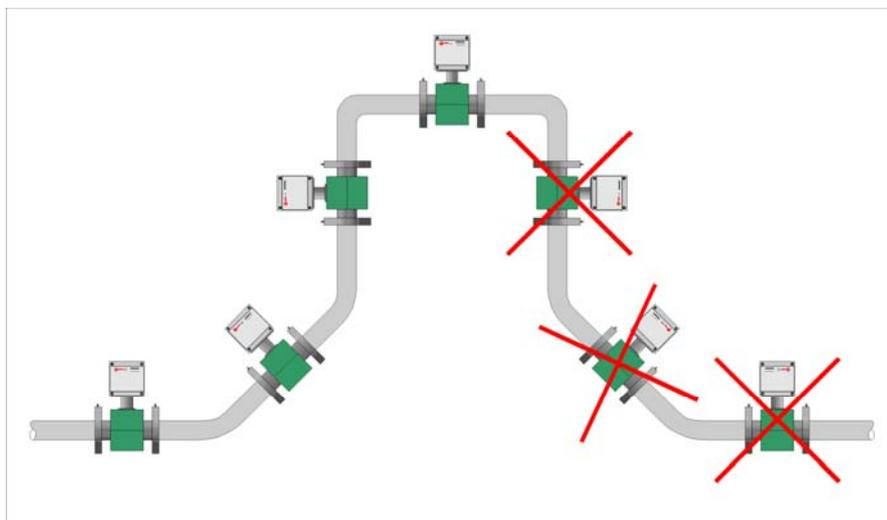

Рисунок 3 — Варианты установки ППС
- ППС следует монтировать на трубопровод: горизонтальный, вертикальный или наклонный (но только на восходящем участке) при условии, что весь объем трубы первичного преобразователя в рабочих условиях заполнен измеряемой средой (рисунок 3). Линия электродов первичного преобразователя предпочтительно должна быть горизонтальной, т.к. влияние от возможной газовой прослойки будет в этом случае минимальным;